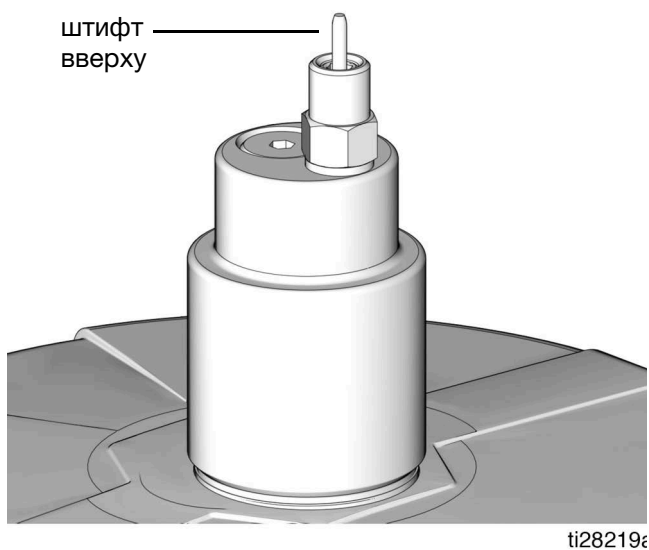

Рис. 23
3. Снимите с наполнительного соединителя (M) желтую пылезащитную крышку.
4. Соедините с помощью питающего шланга (J) насос станции дистанционного заполнения (F) и отверстие наполнительного соединителя с отметкой «I».
5. Включите насос станции дистанционного заполнения (F).
6. Когда резервуар насоса G3 (D) заполнен:
- происходит срыв подачи насоса станции дистанционного заполнения (F) (нулевой напор),
- штифт автоматического запорного устройства для заполнения (B) поднимается, как показано на Рис. 23,
- значение на манометре (R) поднимается до давления, заданного для заполняющего насоса.